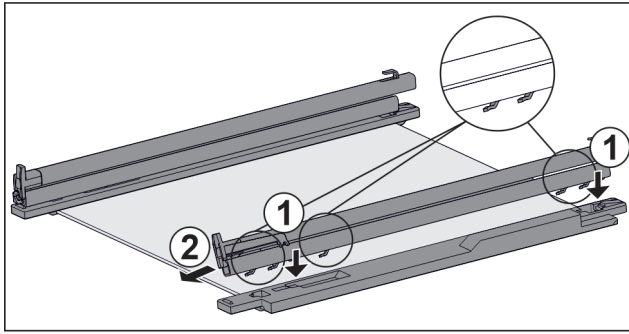

Fig. 100 Tablette en verre avec rails et pièces de retenue
- ▶ Placer les crochets du rail sur les ouvertures de la pièce de retenue de **gauche**. Fig. 100 (1)
- ▶ Tirer le rail vers l'avant. Fig. 100 (2)
- ▶ Placer les crochets du rail sur les ouvertures de la pièce de retenue de **droite**. Fig. 100 (1)